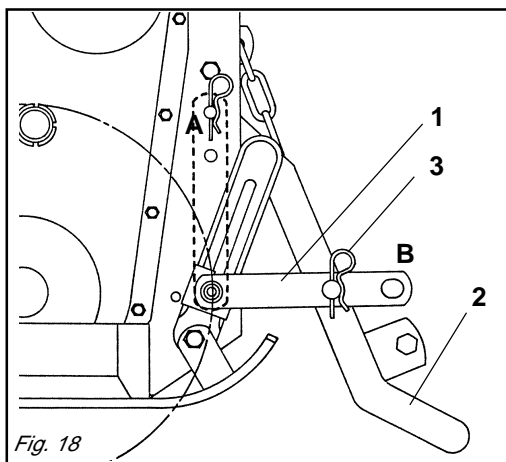

Fig. 18
- 2- Porre il piatto forato (1 Fig. 18) in posizione «B», in questo modo la lamiera livellatrice (2 Fig. 18) diventa un'ulteriore sostegno antiribaltamento della zappatrice; inserire la copiglia di sicurezza (3 Fig. 18).
- 2- Set the perforated plate (1 Fig. 18) in position «B». This will allow the levelling plate (2 Fig. 18) to become a further support to prevent the steering hoe from overturning. Insert the safety split pin (3 Fig. 18).
- 2- Die Lochplatte (1 Abb. 18) in die Position «B» bringen. Auf diese Weise wird das Nivellierschild (2 Abb. 18) zu einem weiteren Umkippschutz für die Hackfräse. Dann den Splint (3 Abb. 18) zur Absicherung einstecken.
- 2- Placez la plaque percée (1 Fig. 18) dans la position «B», la tôle de nivellement (2 Fig. 18) devient un support supplémentaire antibasculement de la houe; mettez la goupille de sécurité (3 Fig. 18).
- 2- Colocar el disco perforado (1 Fig. 18) en posición «B», de este modo la chapa niveladora (2 Fig. 18) se transforma en un ulterior soporte antivuelco de la binadora; introducir la clavija de seguridad (3 Fig. 18).